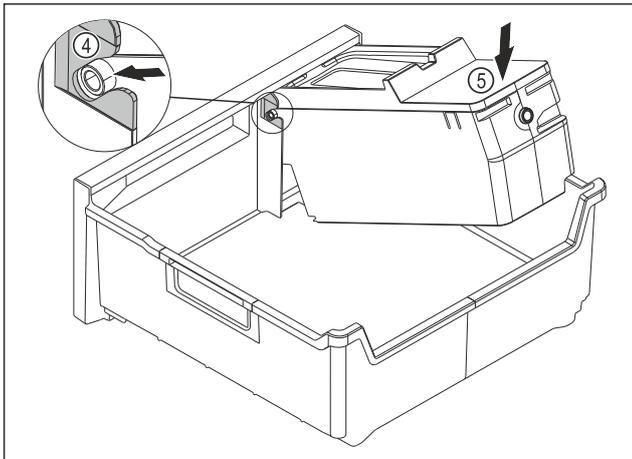

Fig. 93
- ▶ Встановіть корпус EasyTwist-Ice: Вставте осі корпусу EasyTwist-Ice в напрямні Fig. 93 (4).
- ▶ Натисніть на корпус EasyTwist-Ice Fig. 93 (5) ззаду вниз.